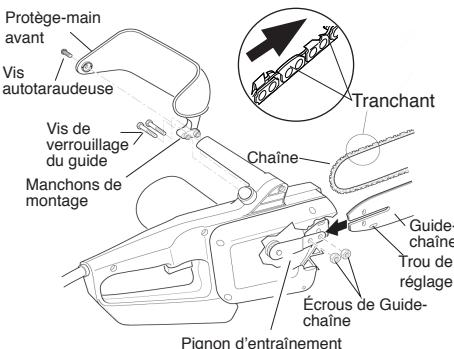

Figure 2 - Assemblage du guide-chaîne, de la chaîne et du protège-main
2. Installez le protège-main avant sur le corps de la scie. Pour ce faire, enfoncez les deux (2) manchons de montage du protège-main dans les trous de forme hexagonale du corps de la scie (voir la Figure 2).
8. Placez la chaîne autour du pignon d'entraînement de la chaîne, puis le long de la rainure supérieure du guide-chaîne et autour du nez du guide-chaîne. *Remarque : Assurez-vous que les bords de coupe de la chaîne sont orientés dans la bonne direction. Positionnez la chaîne de manière à ce que les bords de coupe du haut du guide-chaîne soient orientés vers le nez du guide-chaîne (voir la Figure 2).*